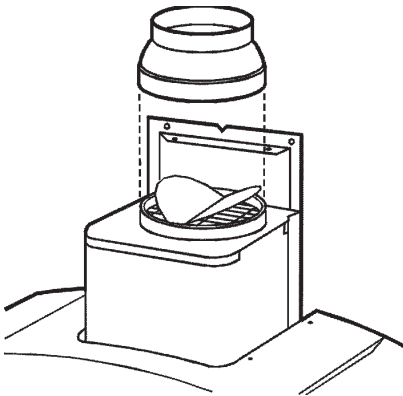

fig.15
6. Positionnez la bride de raccord sur la buse (fig.15).